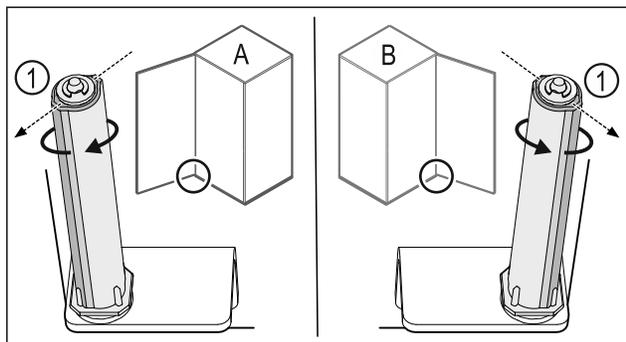

Fig. 45 Butée gauche (A) / butée droite (B)
- Tourner le système de fermeture contre la résistance jusqu'à ce que l'arête du système de fermeture Fig. 45 (1) soit tournée vers l'extérieur.